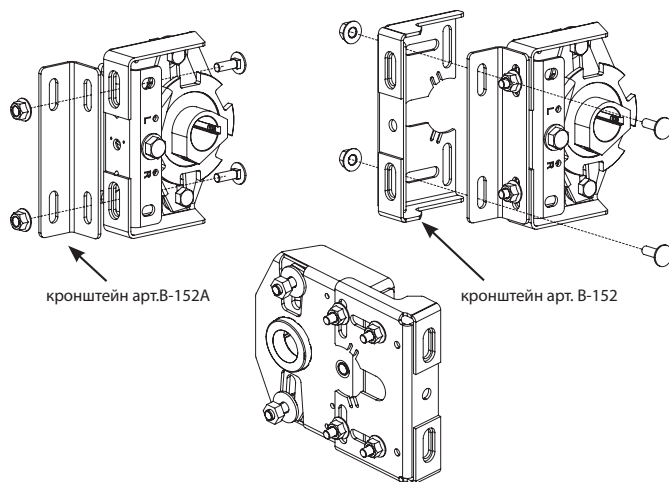

Рис. 22
- на пружинах с высокой степенью накручивания храповая муфта арт.SBD-5/4 применяется совместно с кронштейном арт.В-152 и усиливающим угловым кронштейном арт.В-152А (рис.22).